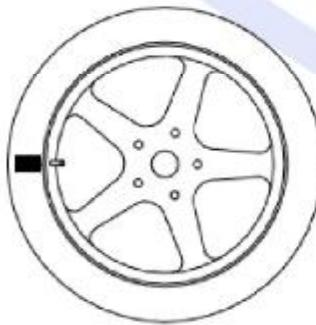

Рис. 5.4 - Маркировка положения клапана на шине
3. Установите клапан(ниппель) в положение 12 часов, отметьте положение клапана на шине мелом (см. рисунок 5.4);